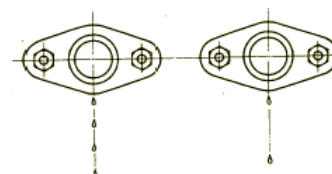

図10
- (1) パッキンは継目がずれないように1本ずつスタフィンボックス奥まで挿入してください。このとき、継目が同一位置にならないよう90°～120° ずつ位置をずらし、最後の1本の継目が真下になるように挿入してください。
- (2) グランドパッキンの締め付け
- (3) グランドパッキンの運転調整
- (d) 適正な漏れ量(目安値)を表2及び図10に示します。